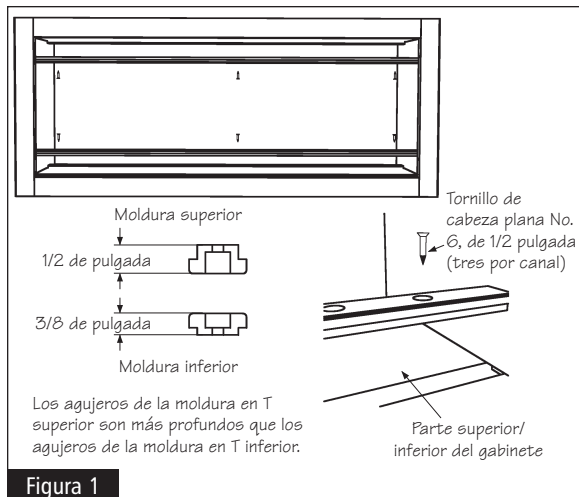

Figura 1
- 2** Para extraer la moldura en T, quite los tornillos. Extraiga suavemente la moldura en T desde la ranura del gabinete. Asegúrese de no perder los tornillos. Los necesitará más tarde para volver a colocar la nueva moldura en T. Vea la Figura 1.
- 1** Coloque la moldura en T en la ranura de las partes superior o inferior del gabinete. Asegúrese de utilizar la moldura en T correcta para las partes superior o inferior del gabinete. Vea la Figura 1.